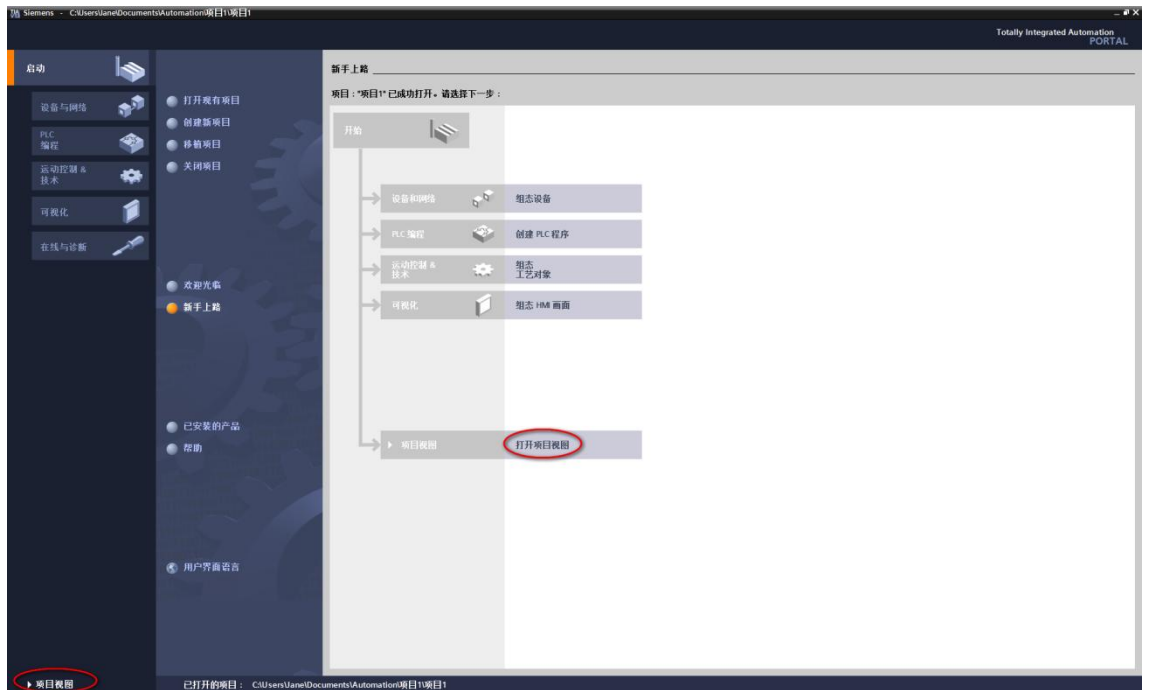

图 2
3. 创建完成后，点击左下角的“项目视图”按钮，或者点击“开始”树图下的“打开项目视图”，如图 2 所示，进入项目视图。